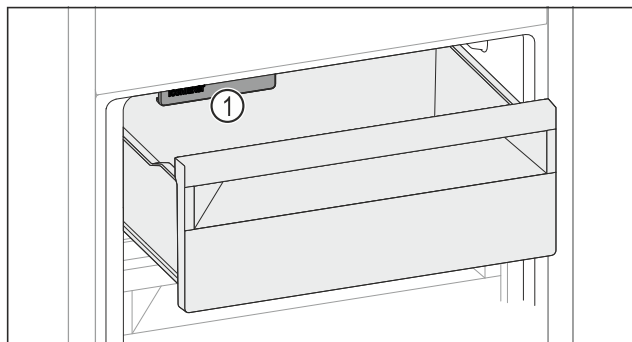

Fig. 157
- Tenere in considerazione l'IceMaker Fig. 157 (1).